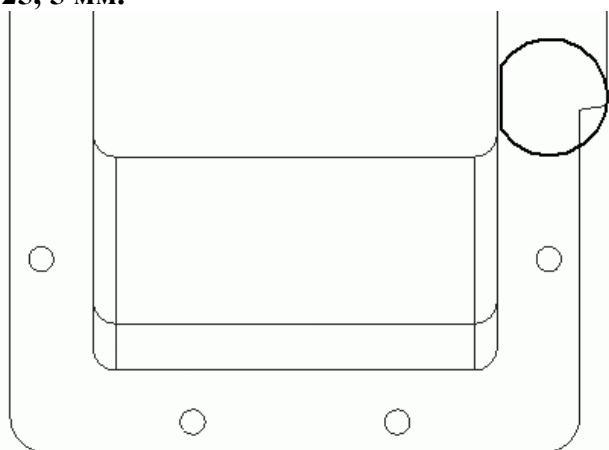

Рис. 3.80. Эскиз первого сечения бобышки
14. Как видите, на корпусе вокруг мест крепления крышек не хватает бобышек под болты, стягивающих корпус и крышку редуктора. Создадим их. Выделите плоскость ZX и постройте в ней эскиз первого сечения бобышки (рис. 3.80). Коорди-